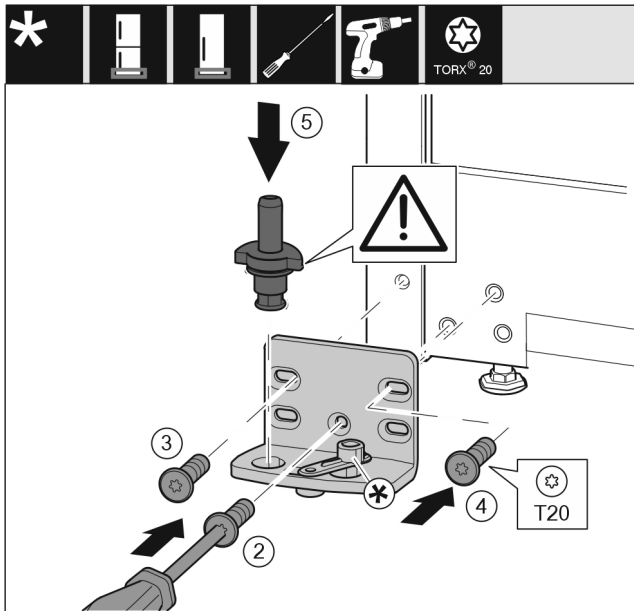

Fig. 18
- ▶ Aplicați suportul de lagăr pe partea opusă și înșurubați-l cu ajutorul unei șurubelnițe. Începeți cu șurubul Fig. 18 (2) de jos din centru.
- ▶ Înșurubați ferm șurubul Fig. 18 (3) și șurubul Fig. 18 (4).
- ▶ Introduceți complet bolțul de lagăr Fig. 18 (5). Aveți grijă aici ca respectiva camă de fixare să fie îndreptată către înapoi.